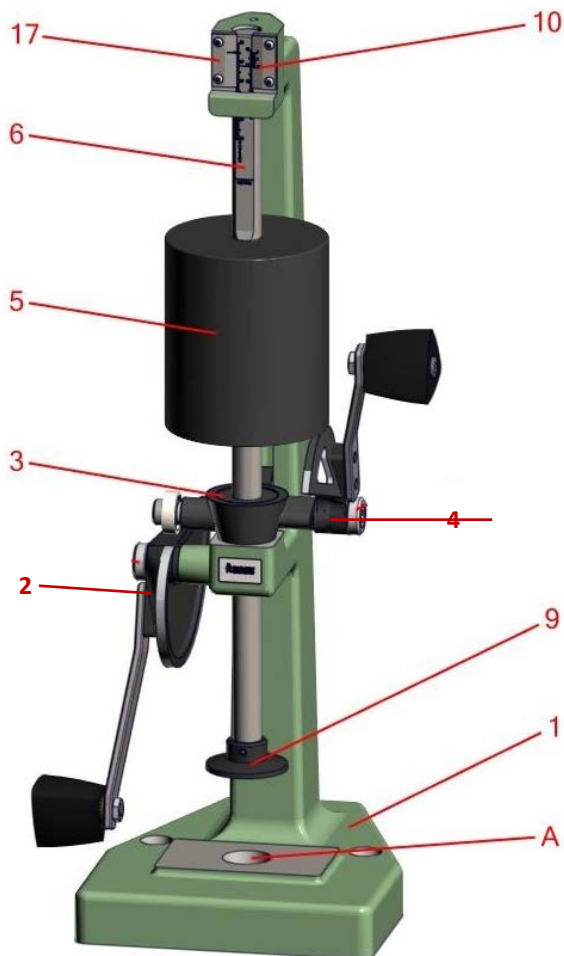

Figura 1: Componenti principali del pigiatoio per sabbia
Il dispositivo (Figura 1) è dotato di un telaio (punto 1), una camma ausiliaria (punto 2) e una camma principale (punto 4) in ghisa ad alta resistenza. Il resto dei componenti è in acciaio temprato e presenta uno speciale rivestimento antiruggine che protegge dall'ambiente corrosivo del laboratorio.
2. Il piedistallo deve essere posizionato con la flangia superiore perfettamente orizzontale; qualsiasi inclinazione verrà trasmessa alla base e il pigiatoio per sabbia e l'asse (Figura 1, punto 6) non rimarranno verticali. Spessorare secondo necessità e fissare saldamente il piedistallo al pavimento.
5. Lubrificare l'asse (Figura 1, punto 6) con un olio leggero (SAE 10). Rimuovere l'olio in eccesso con un panno assorbente pulito. Lasciare l'asse leggermente oliato in modo che tutto scivoli liberamente. L'apparecchio deve essere sempre mantenuto come descritto.
6. Non ruotare mai la camma principale (Figura 1, punto 4) senza una massa di sabbia per formatura nel tubo da campionamento, per evitare che l'energia d'urto del peso in caduta (Figura 1, punto 5) venga assorbita dal telaio (Figura 1, punto 1) e influenzi l'allineamento.
Il pigiatoio per sabbia è stato progettato con quattro scale. Due sono fissate al telaio del pigiatoio e sono indicate come nonio da 2 pollici (standard AFS) o 50 mm (standard metrico), che è situato sul lato sinistro (Figura 1, punto 17), e nonio per l'altezza del campione o nonio destro (Figura 1, punto 10). Le altre due sono incise direttamente sull'asse (Figura 1, punto 6) e sono indicate come scala di compattabilità (lato sinistro) e scala di altezza del campione (lato destro).
5. Spostare delicatamente il piedistallo e il blocco del tubo da campionamento sul supporto del piedistallo alla base del pigiatoio per sabbia (Figura 1, punto A).
6. Ruotare delicatamente la camma ausiliaria (Figura 1, punto 2) per abbassare l'asse (Figura 1, punto 6) e il piede di compattazione (Figura 1, punto 9) verso la sabbia preparata all'interno del tubo da campionamento. Ruotando lentamente la camma principale (Figura 1, punto 4), far cadere il peso tre volte con tre giri completi della camma.
7. Utilizzando il segno di 2 pollici (o il segno metrico standard di 50 mm) sul nonio sinistro (Figura 1, punto 17), leggere e registrare il numero di compattabilità corrispondente dalla scala di compattabilità incisa sul lato sinistro dell'asse (Figura 1, punto 6)
7. Spostare delicatamente il piedistallo e il blocco del tubo da campionamento sul supporto del piedistallo alla base del pigiatoio per sabbia (Figura 1, punto A).
8. Ruotare delicatamente la camma ausiliaria (Figura 1, punto 2) per abbassare l'asse (Figura 1, punto 6) e il piede di compattazione (Figura 1, punto 9) verso la sabbia preparata all'interno del tubo da campionamento. Ruotando lentamente la camma principale (Figura 1, punto 4), far cadere il peso tre volte con tre giri completi della camma.
3. Prima di sollevare la camma ausiliaria (Figura 1, punto 2) e il piede di compattazione (Figura 1, punto 9) dal blocco del tubo da campionamento, determinare l'altezza effettiva del campione utilizzando il nonio destro per il peso del campione al valore $1/128"$ (0,1 mm) più vicino. Questa operazione viene eseguita allineando i due segni incisi più vicini tra il nonio destro per il peso del campione e la scala per il peso del campione incisa sul lato destro dell'asse. Questa procedura è mostrata nel disegno in basso. Registrare questo numero.